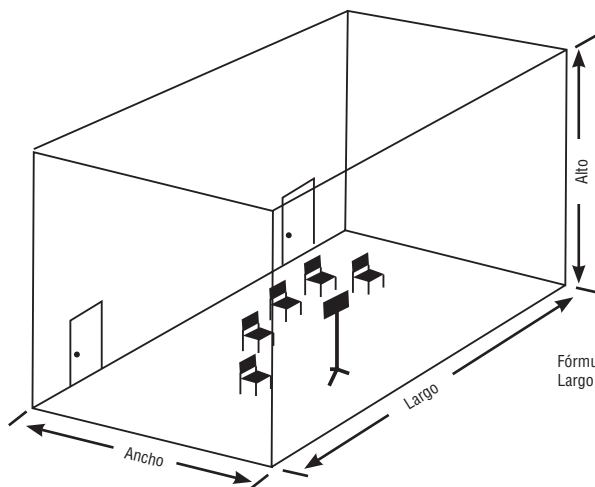

FIGURA 12
- Revise el tamaño de la sala; la medida fundamental es el volumen espacial, es decir, los metros cuadrados multiplicados por la altura del cielorraso (figura 12). Aunque la sala parezca grande, asegúrese de que no sea toda superficie del piso; el cielorraso debe estar a 16' de altura como mínimo. Compare con los lineamientos generales de Wenger (tabla 1) y asegúrese de tomar en cuenta el tamaño de sus conjuntos.